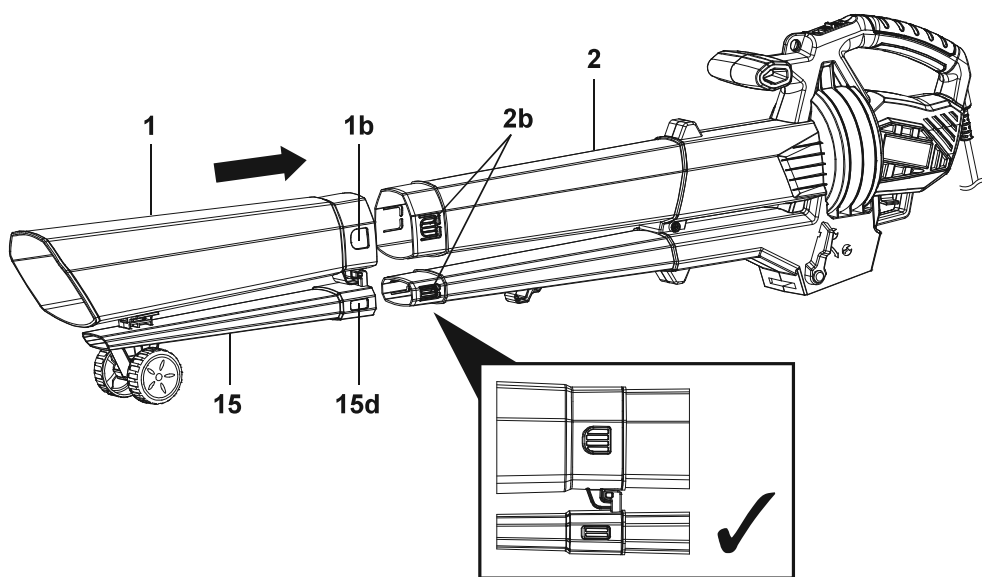

Fig. 3
4. Alinee el conjunto del tubo inferior (1, 15) con el tubo superior (2) e inserte el tubo hasta el tope (Fig. 3). Asegúrese de que los cuatro pasadores (2b) se enganchan en los correspondientes orificios de posición (1b, 15d) y de que los tubos (1, 2, 15) quedan bloqueados en su sitio.